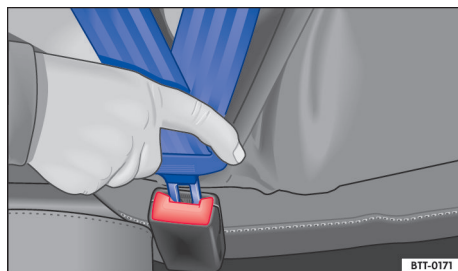

Fig. 26 Introduzir a lingueta do cinto de segurança no fecho do cinto de segurança.
- Introduzir a lingueta do cinto firmemente no fecho do cinto de segurança correspondente ao assento → Fig. 26.